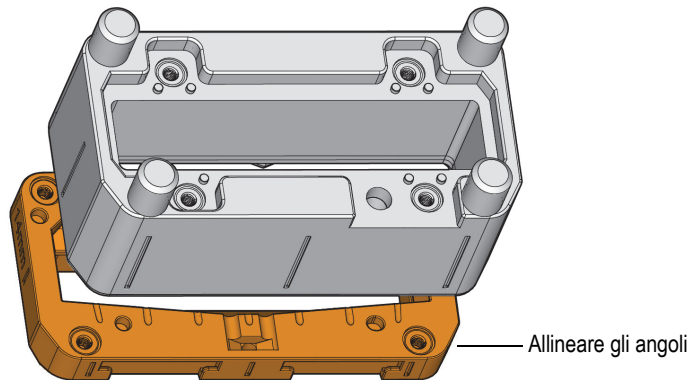

Figura 5-3 Installazione della piastra della linea di ritardo nel supporto della sonda
8. Posizionare la piastra della linea di ritardo sotto il supporto della sonda con gli angoli correttamente allineati (vedi Figura 5-3 a pagina 79).